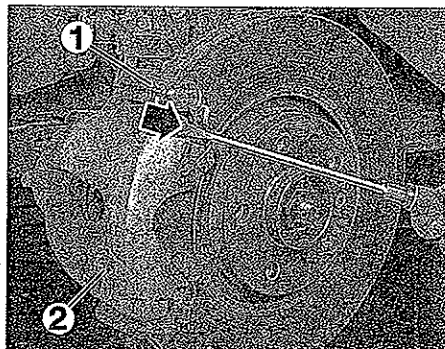

FIG. 4
- Hacer palanca entre el soporte (1) y la pinza (2) para empujar hacia atrás ligeramente el pistón y facilitar el desmontaje de la pinza (fig. 4).
- Separar la pinza (2) de su soporte (1) (fig. 4).